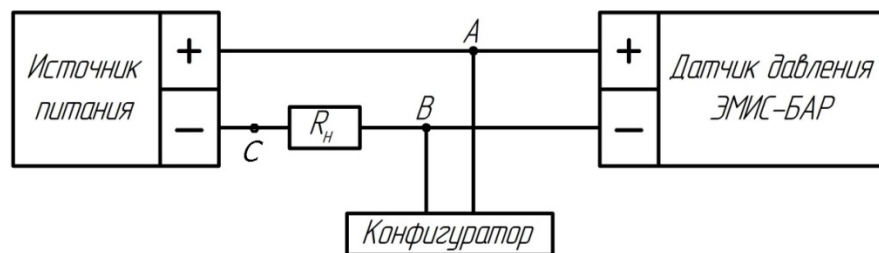

Рисунок 41 – Схема подключения датчика с устройством HART– коммуникации
3.5.8 Если система построена по схеме «точка – точка» (рисунок 41, 42), то основная переменная может быть считана как в аналоговом виде, так и в цифровом. В многоточечной же системе аналоговая информация недоступна и считывание величины давления происходит только в цифровом виде.